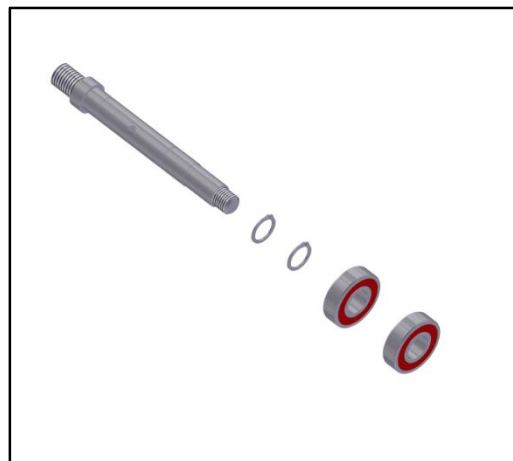

Figura 17: retirada dos rolamentos.
- j) Utilize a prensa hidráulica, de maneira cuidadosa para não danificar o eixo, e retire o rolamento restante (figura 17);